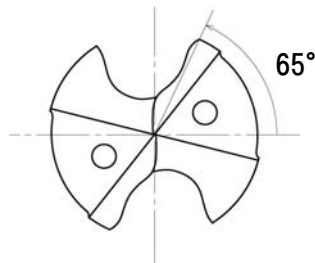

図8
- 次に、三番逃げ研削によって出来たチゼルエッジがほぼ垂直になる(図 8)ように、工具先端側から見て、反時計回りに 65° 回転させます。